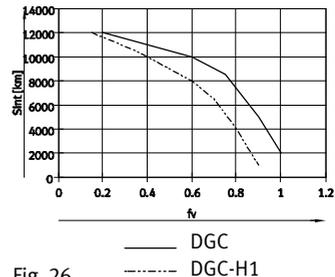

Fig. 26
1. Рассчитайте сравнительный коэффициент нагрузки f_v по формуле для комбинированных нагрузок (→ “Технические характеристики”) и узнайте интервал смазки S_{int} по Fig. 26.